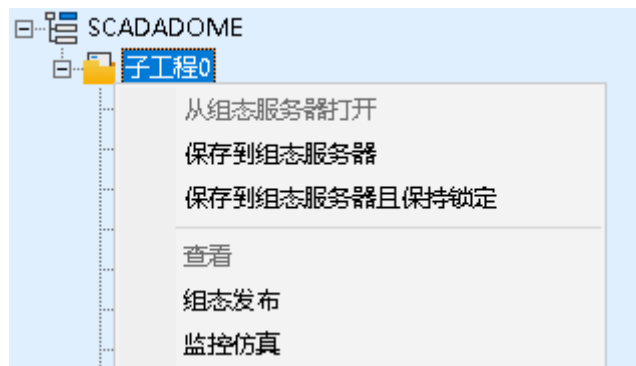

图 2-7 监控仿真
1. 在某子工程组态完成后，“保存”组态，选中该子工程，并在其右键菜单中点击的“监控仿真”，如图 2-7 所示。